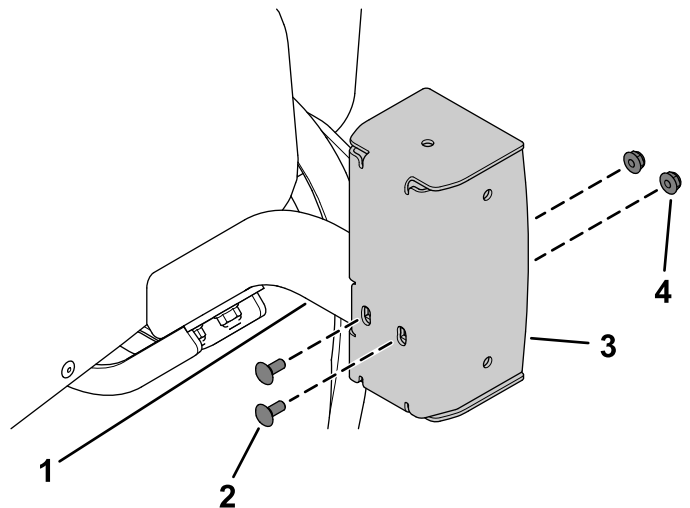

Bild 24
4. Befestigen Sie das linke und rechte Scheinwerfergehäuse mit vier Schlossschrauben ($\frac{1}{4}$ " x $\frac{5}{8}$ ") und vier Sicherungsmuttern ($\frac{1}{4}$ ") an der linken kurzen und rechten kurzen Befestigung, wie in **Bild 24** dargestellt.